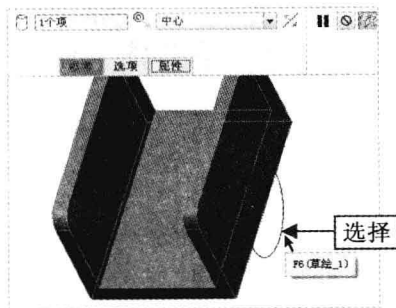

图 9-11 选择合适的曲线
Step 03 弹出“包络”选项卡，在绘图区选择合适的曲线，如图 9-11 所示。